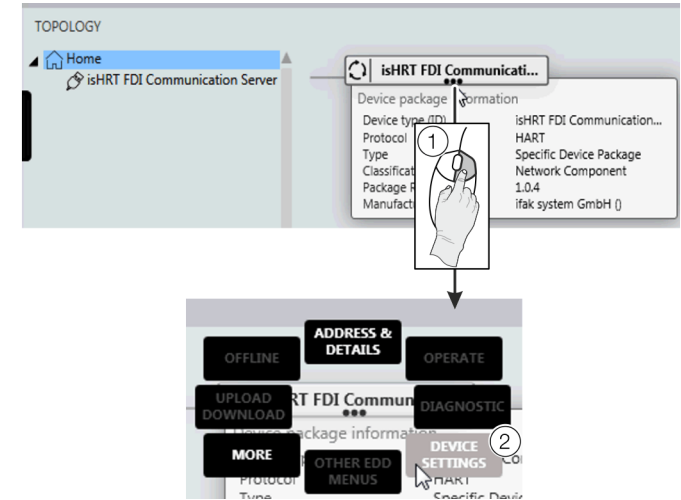

Figura 29: Seleccione FIM – "Device Settings"
6. Haga clic con el botón derecho en ① como se muestra en **Figura 29**.
7. Seleccione **DEVICE SETTINGS** ② como se muestra en **Figura 29**.